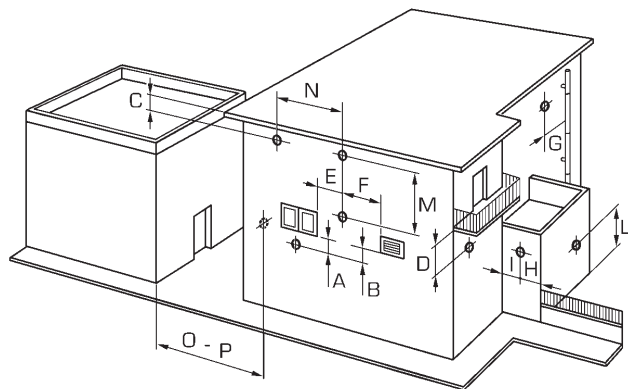

Fig. 10
2.8 POSICIONAMENTO DOS TERMINAIS DE DESCARGA (fig. 10)
Os terminais de descarga para aparelhos de tiragem forçada podem ser colocados nas paredes exteriores do edifício. A título informativo e não vinculante, indicamos na **Tabela 3** as distâncias mínimas a respeitar tomando como referência a tipologia de um edifício indicado na fig. 10.